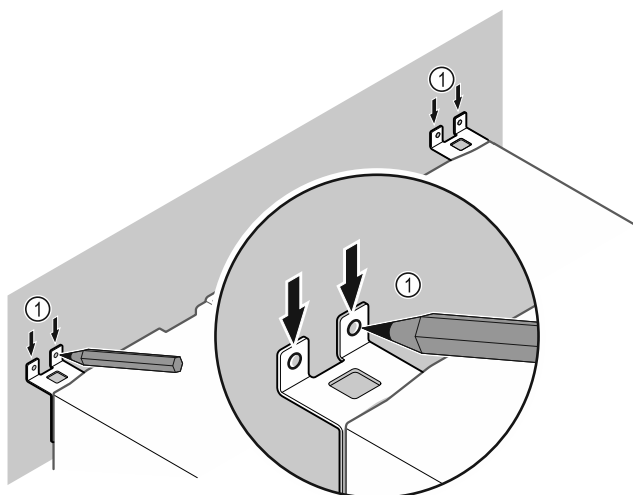

Fig. 68
- Apporre i contrassegni alla parete Fig. 68 (1).